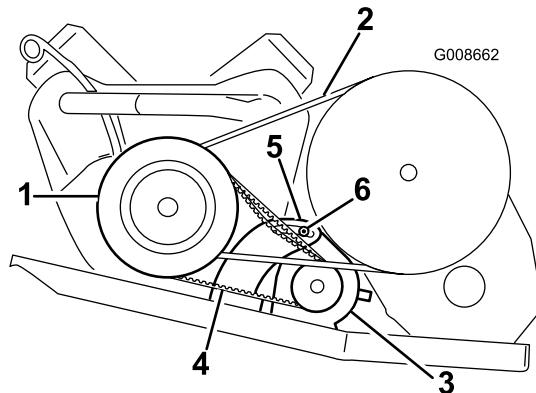

Рисунок 47
- Ослабьте затяжку гайки поворота стартера-генератора (Рисунок 47).
- Наклоните стартер в пазу, пока ремень не будет прогибаться на 6 мм при приложении усилия 44 Н (Рисунок 47).
- Затяните гайку стартера-генератора и снимите монтировку (Рисунок 47). Затяните гайку с моментом 88-115•Нм.